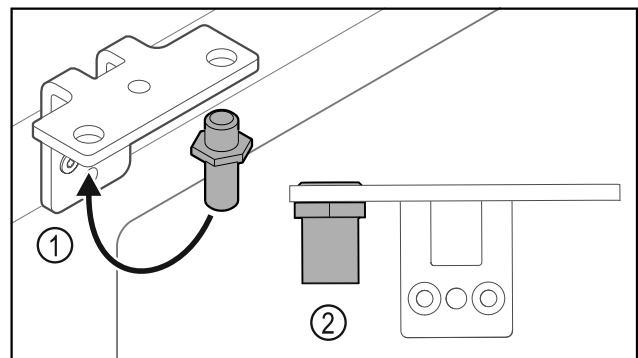

Fig. 29
- Přesaďte čep Fig. 29 (1) v úhelníku závěsu.
- Utáhněte čep Fig. 29 (2) **utahovacím momentem 12 Nm**.